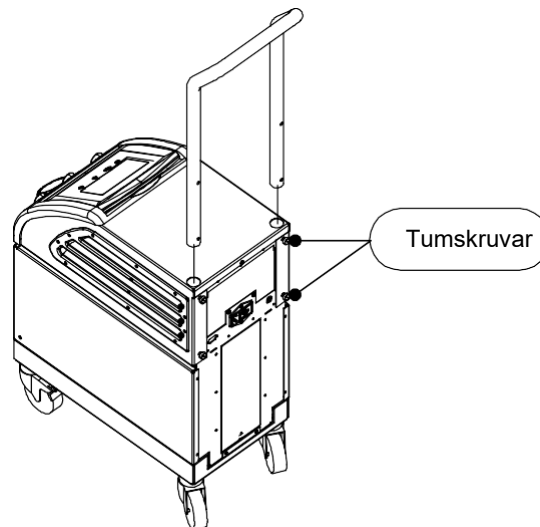

Bild 12: Montering av handtaget
- b. Skjut de två ändarna på handtaget in i hålen på det övre skyddet (var uppmärksam på riktningen av böjningen på handtaget) tills handtaget är infört hela vägen (se Bild 12).